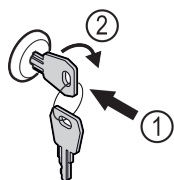

Fig. 58 Reprezentare exemplificatoare
- Introduceți cheia prin apăsare Fig. 58 (1).
- Rotiți cheia cu 90° în sensul acelor de ceasornic Fig. 58 (2).